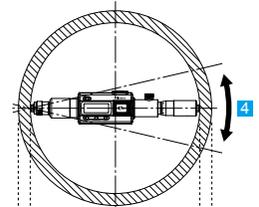

Abbildung 1. Ansicht von oben
- In Pfeilrichtung in einem zur Achse senkrechten Querschnitt bewegen, um den höchsten Punkt zu bestimmen (siehe Abbildung 1).